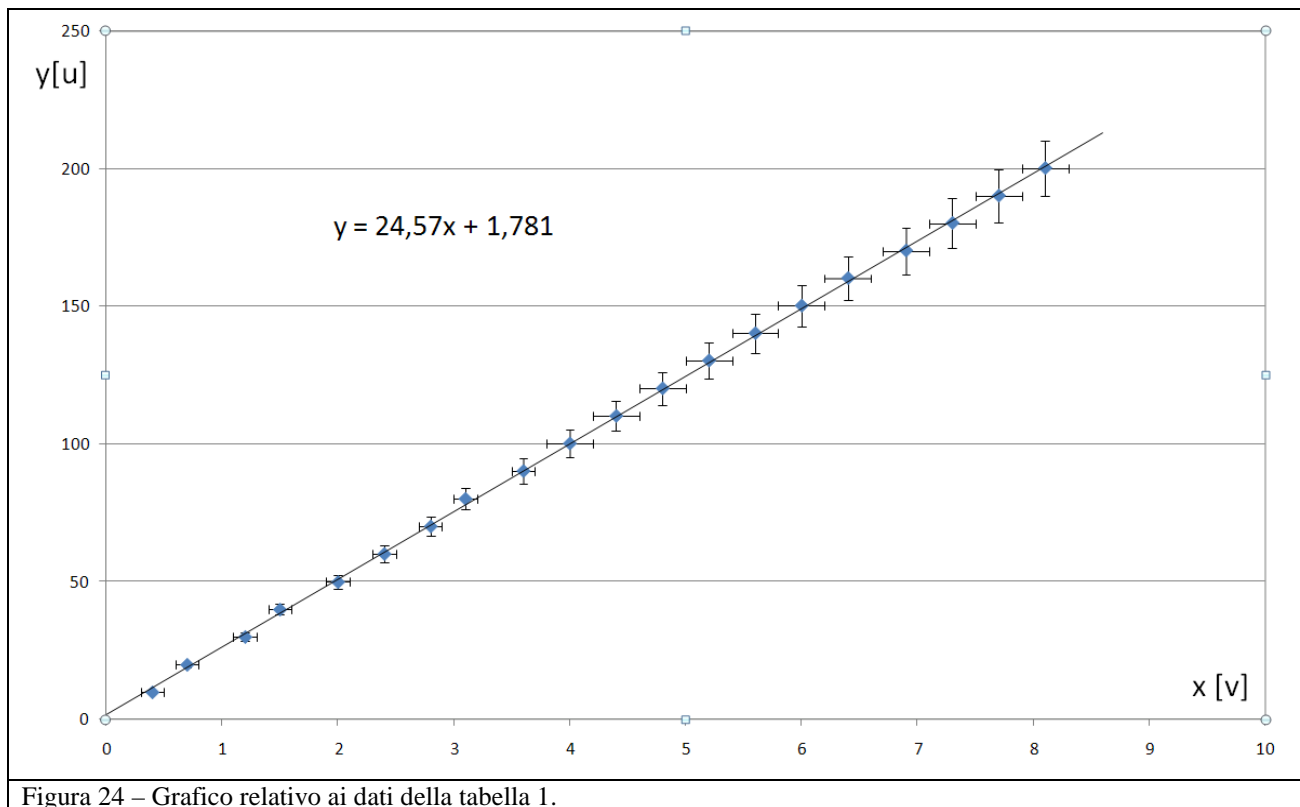

Figura 24 – Grafico relativo ai dati della tabella 1.
- si ottiene il grafico finale di figura 24.